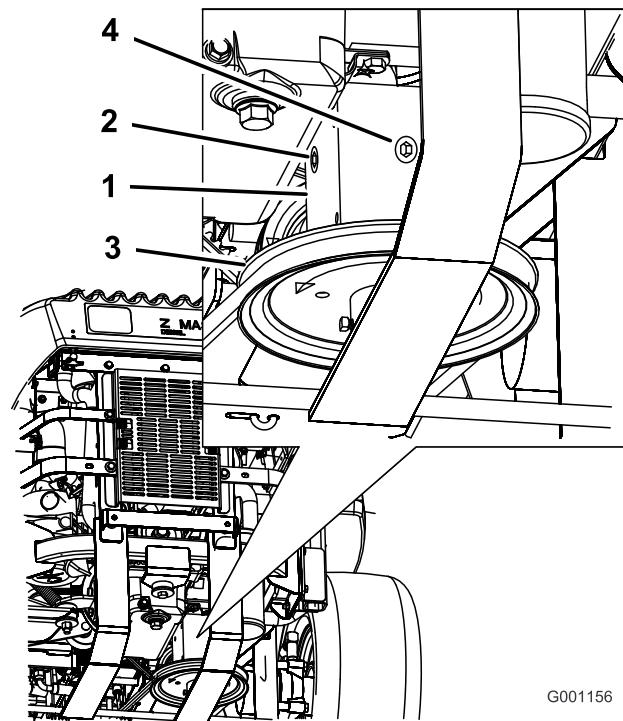

Figure 67
3. Enlevez le bouchon latéral ou arrière du boîtier d'engrenages (Figure 67).